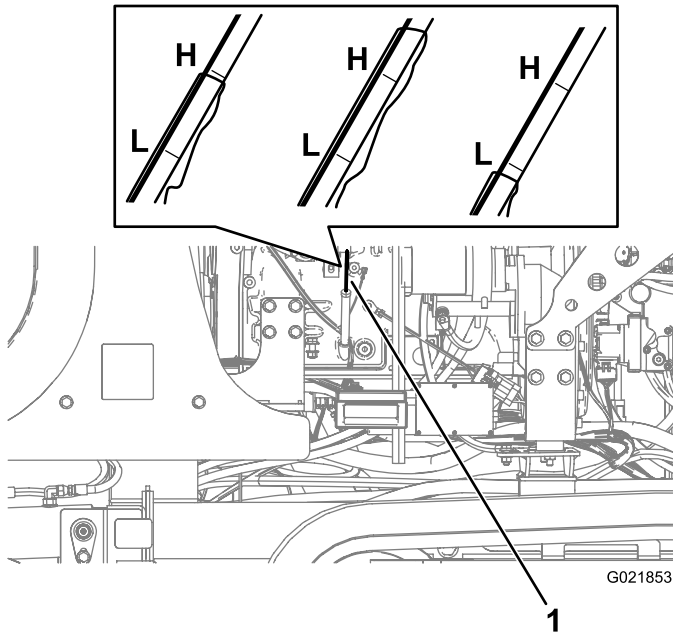

**Figure 122**
3. Retirez la jauge d'huile (Figure 122) et essuyez-la soigneusement.